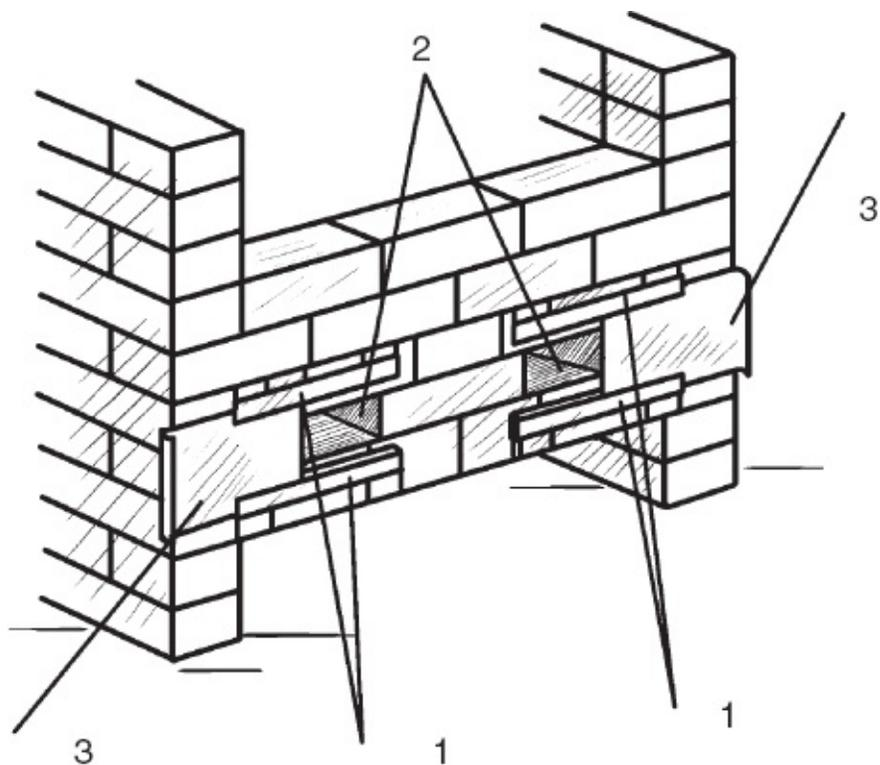

Рис. 41. Оформление зольников:
3. В нижней части топки находятся две колосниковые решетки, под ними расположены зольники, из которых зола выбирается через два поддувальных отверстия. Для регулировки горения на них установлены задвижки (рис. 41), перемещающиеся по направляющим. Они самодельные и выполнены из листовой стали.